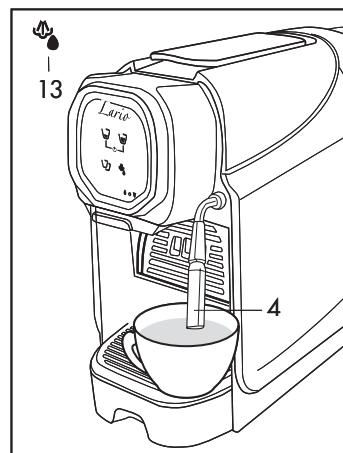

Fig. 12
- Placer une tasse sous le bec (4) (**Fig. 12**).
- En maintenant enfoncé le symbole (13), la machine distribue de l'eau chaude (**Fig. 12**) ; relâcher la touche une fois que la quantité voulue est atteinte.
- Par une légère pression sur le symbole (13), la fonction vapeur est activée (**Fig. 12**) ; appuyer à nouveau sur la touche pour arrêter la fonction vapeur.